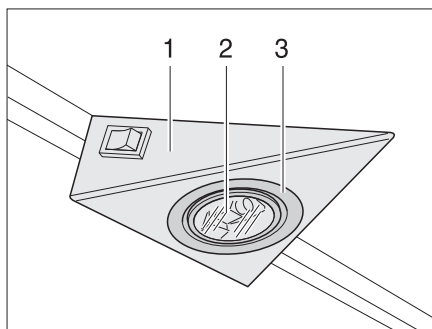

Fig. 255 Lampe halogène encastrée
La lampe halogène est encastrée dans un boîtier (Fig. 255,1).
- Desserrer la bague de recouvrement intérieure (Fig. 255,3) du boîtier avec un tournevis.
- Retirer l'ampoule halogène (Fig. 255,2).